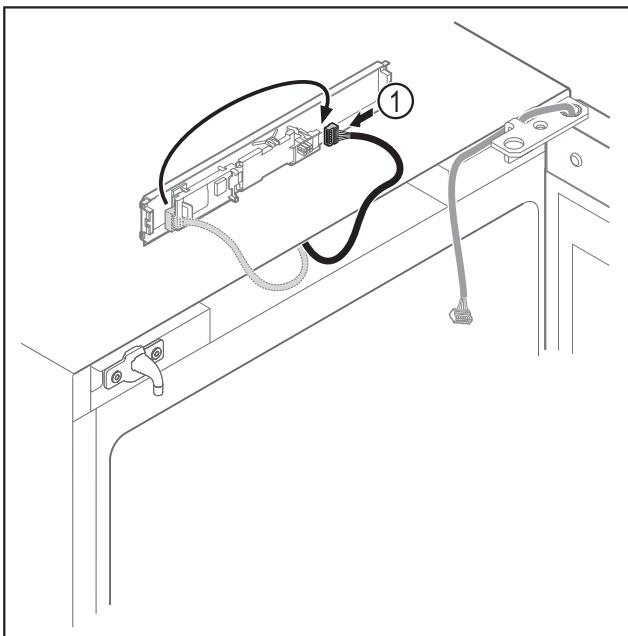

Fig. 19
- Zmenťte zapojenie zástrčky Fig. 19 (1) na doske plošných spojov.